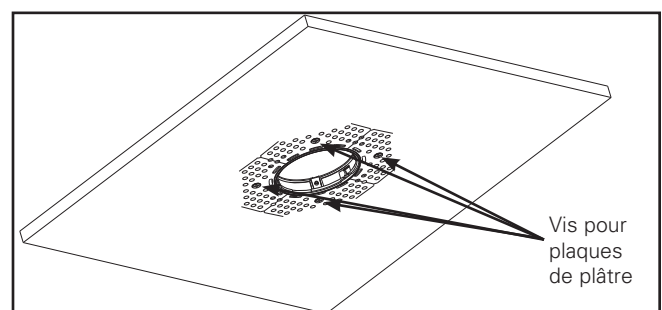

Figure 4.
9. Enfoncez 4 vis pour plaque de plâtre dans les trous correspondants de la bague de rotation (voir figure 4). Les vis pour plaque de plâtre se visseront dans les fentes (les onglets agissent comme un « écrou » pour maintenir l'anneau de rotation serré au plafond). Appliquer une pression uniforme à travers les brides perforées formant un lien très serré avec le plafond. Laisser un temps de durcissement suffisant comme recommandé par le fabricant de l'adhésif avant d'appliquer n'importe quel composé d'articulation.